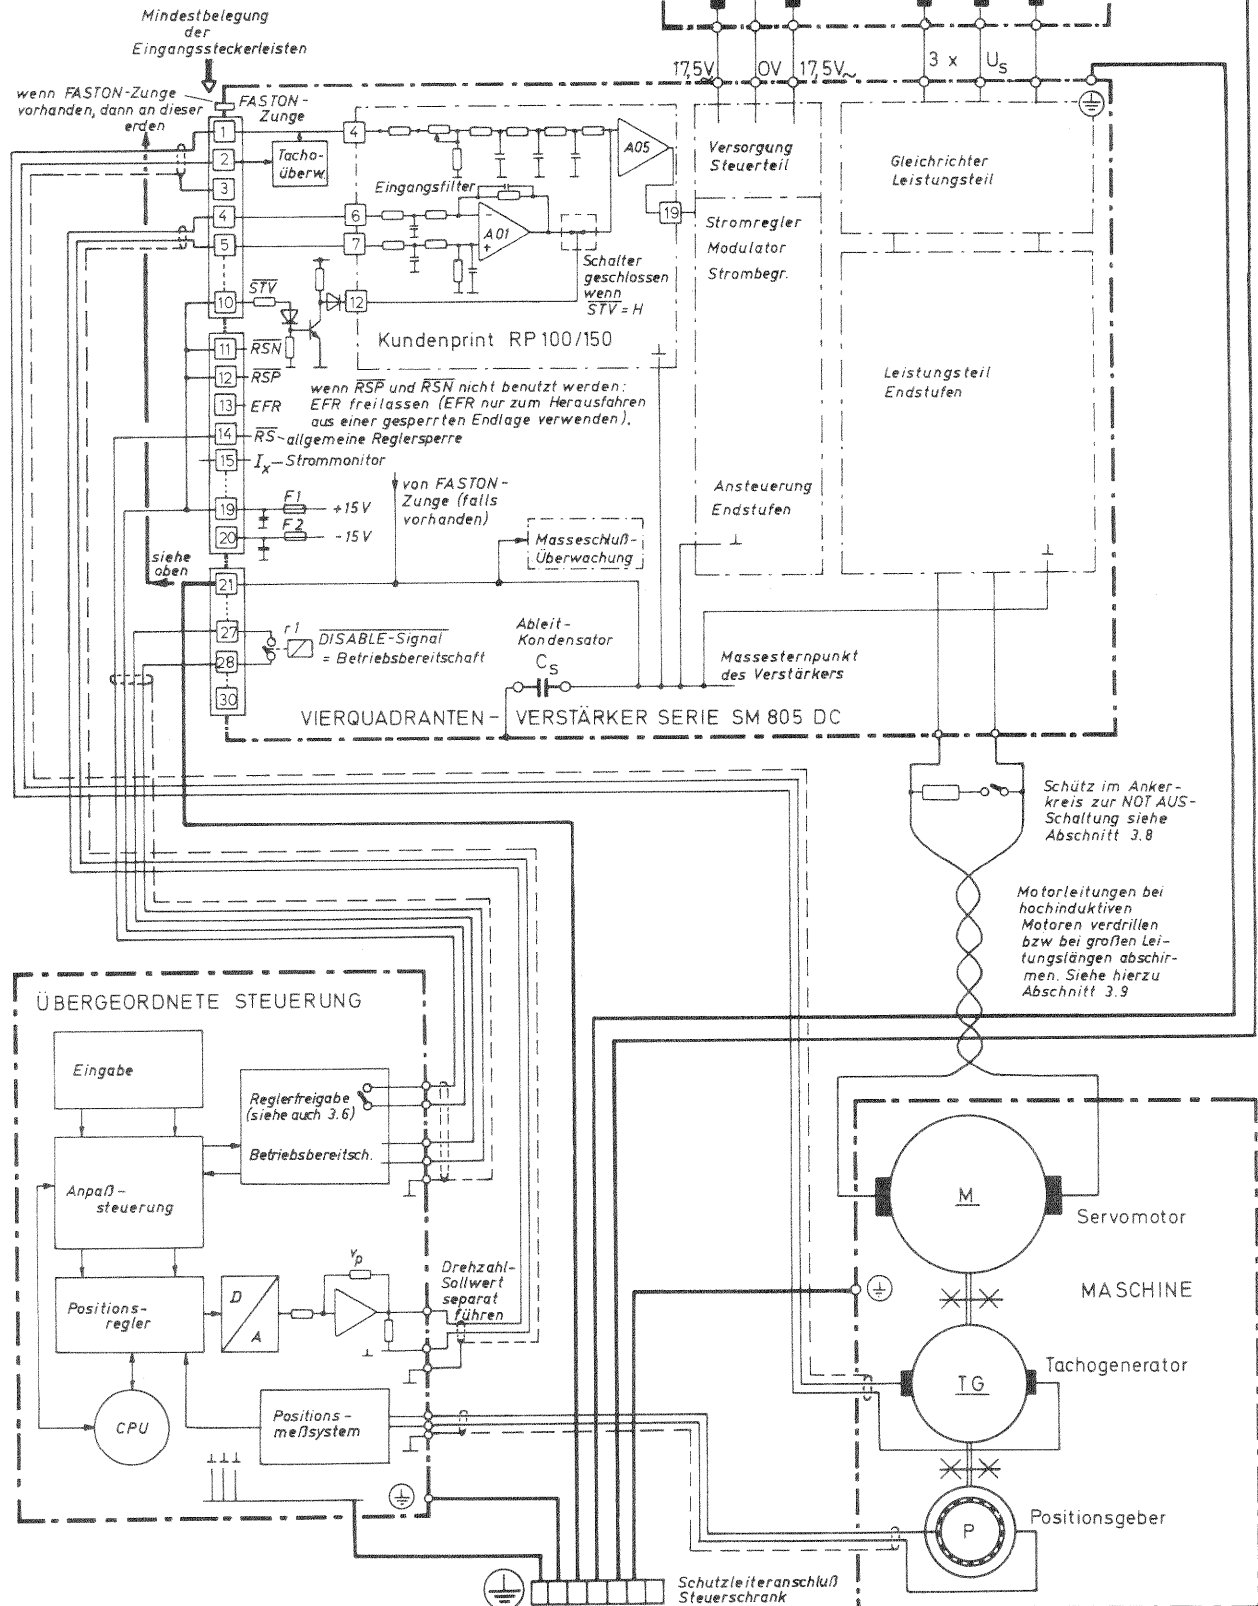

Bild 15 - Anschlußschaltbild -
- Verdrahtungsplan nach Bild 15 beachten
Die in allen getakteten Geräten (z.B. auch in den Netzteilen der NC-Versorgung) entstehenden Störspannungen müssen einwandfrei abgeleitet werden, um den linearen Betrieb des Drehzahlregelverstärkers sicherzustellen. Hierzu ist konsequent das Prinzip der sternförmigen Masseführung einzuhalten. Es ist im Übersichtsschaltbild für den Anschluß des Verstärkers, Bild 15, enthalten. Der Massesternpunkt ist hierbei der Schutzleiteranschlußpunkt des gesamten Steuerschranks.
Der Anschluß des Verstärkers ist nach Bild 15, Bild 8 und Tabelle 3 vorzunehmen. Die Starkstromanschlüsse befinden sich seitlich am Gerät.
Bei sehr hohen Motordrehzahlen und großen Trägheitsmomenten empfiehlt es sich, zusätzlich in den Motorstromkreis Schmelzsicherungen nach Bild 15 einzubauen, um den Ausgangskreis des Verstärkers zu schützen, da im Falle eines Motormasseschlusses bei hoher rückwirkender Energie die Freilaufdioden des Verstärkers gefährdet sind.
Sollwertanschluß: Der Drehzahl-Sollwert ist in einem separaten, zweiadrigen, geschirmten Kabel zu führen. Dies ist unbedingt zu beachten, auch wenn der Steuerungs-Hersteller aus "traditionellen" Gründen ein gemeinsames Kabel für Drehzahl-Sollwert und andere Steuersignale vorschlägt. Nur durch eine getrennte Leitungsführung (s.Bild 15) können Verkoppelungen zwischen Drehzahl-Sollwert und anderen Signalen vermieden werden.
Bei geerdetem Verstärker und geerdeter Steuerung darf zwischen den beiden Einheiten keine zusätzliche Masseverbindung bestehen. Eine zusätzliche Hilfsspannung (z.B. 24V) soll ebenfalls am Masse-Sternpunkt geerdet werden. Abschirmungen müssen nach Bild 15 angeschlossen werden.